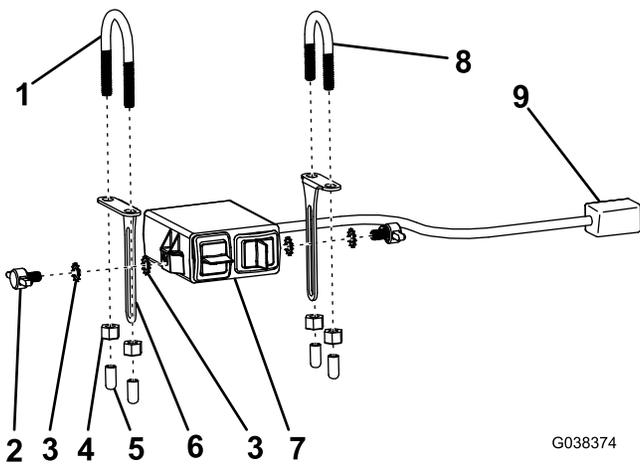

Figura 6
2. Conecte 1 soporte de montaje a lo largo del lado izquierdo del tablero de control del vehículo usando el perno en U largo y 2 tuercas de bloqueo automático (1/4") como se muestra en Figura 6.
- Conecte el otro soporte de montaje a lo largo del lado derecho del tablero de control del vehículo usando el perno en U corto y 2 tuercas de bloqueo automático (1/4") como se muestra en Figura 6.
- Fije la caja de conmutación a los soportes de montaje usando 4 arandelas de estrella y 2 tornillos de apriete manual, y ajústela en la posición deseada (Figura 6).
- Coloque los 4 tapones de extremo de goma en los extremos de los pernos en U (Figura 6).